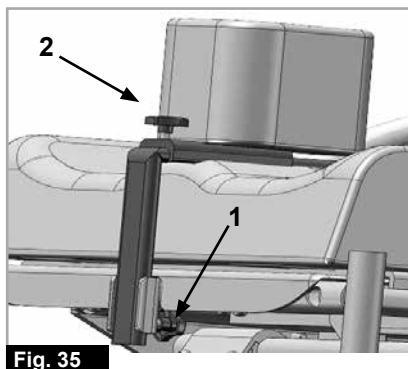

Fig. 35
Vous pouvez enlever ou régler la hauteur de la cale d'abduction en desserrant la vis (1), ainsi que la profondeur en desserrant les vis (2), (Fig. 35).